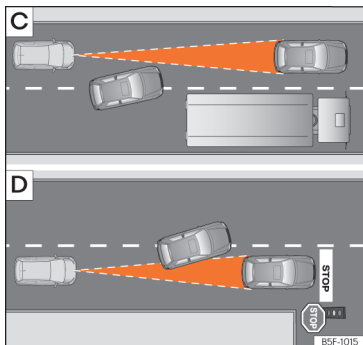

Abb. 172 [C] Fahrspurwechsel eines anderen Fahrzeugs. [D] Abbiegendes und weiteres stehendes Fahrzeug.
- Fahrzeuge, die in geringem Abstand auf die eigene Fahrspur wechseln » » **Abb. 172** [C].
ACC reagiert nicht auf stehende Fahrzeuge. Wenn z. B. ein von ACC erfasstes Fahrzeug abbiegt oder ausschart und sich vor diesem Fahrzeug ein stehendes Fahrzeug befindet, reagiert ACC nicht auf das stehende Fahrzeug » » **Abb. 172** [D].